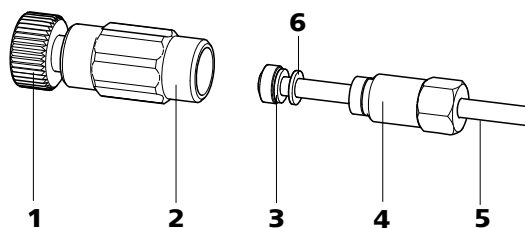

Figura 16 Conectar a entrada da bomba de alta pressão
- Conectar a outra extremidade da conexão do tubo (14-6) (com o parafuso de aperto curto (14-4)) à bomba de alta pressão (ver figura 16, página 39).